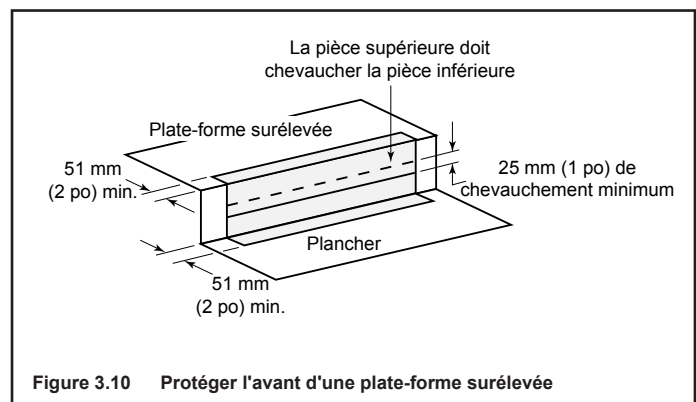

Figure 3.10 Protéger l'avant d'une plate-forme surélevée
- Protégez la partie avant d'une plate-forme surélevée au-dessus du prolongement de l'âtre à l'aide de bandes métalliques (non fournies avec le foyer), comme indiqué sur la figure 3.10. Voir la section 7 f pour les instructions relatives à la prolongement de l'âtre.